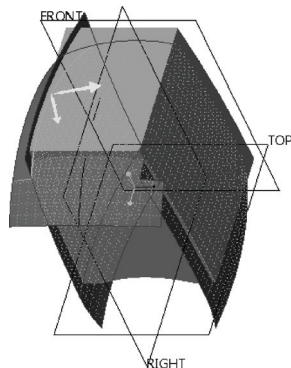

图 12-86 合并 2
4) 按住 <Ctrl> 键选择镜像操作得到的曲面, 单击 (合并) 按钮, 确保要保留的面组侧如图 12-86 所示。